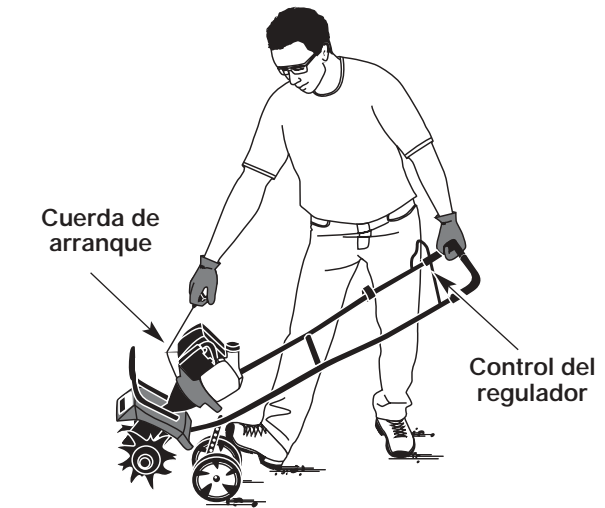

Fig. 12
**ADVERTENCIA:** Evite los arranques accidentales. Colóquese en posición de inicio cuando tire de la cuerda de arranque (Fig. 12). El operador y la unidad deben estar en una posición estable al arrancar la unidad para evitar graves lesiones personales.
4. Sostenga la agarradera con una mano y agarre el cordón de arranque con la otra mano. Use el pie para aguantar el cultivador (Fig. 12).
5. Soporte en la posición de arranque y **no apriete el control de regulador** (Fig. 12). Tire bruscamente del cordón de arranque hasta 5 a 10 veces.